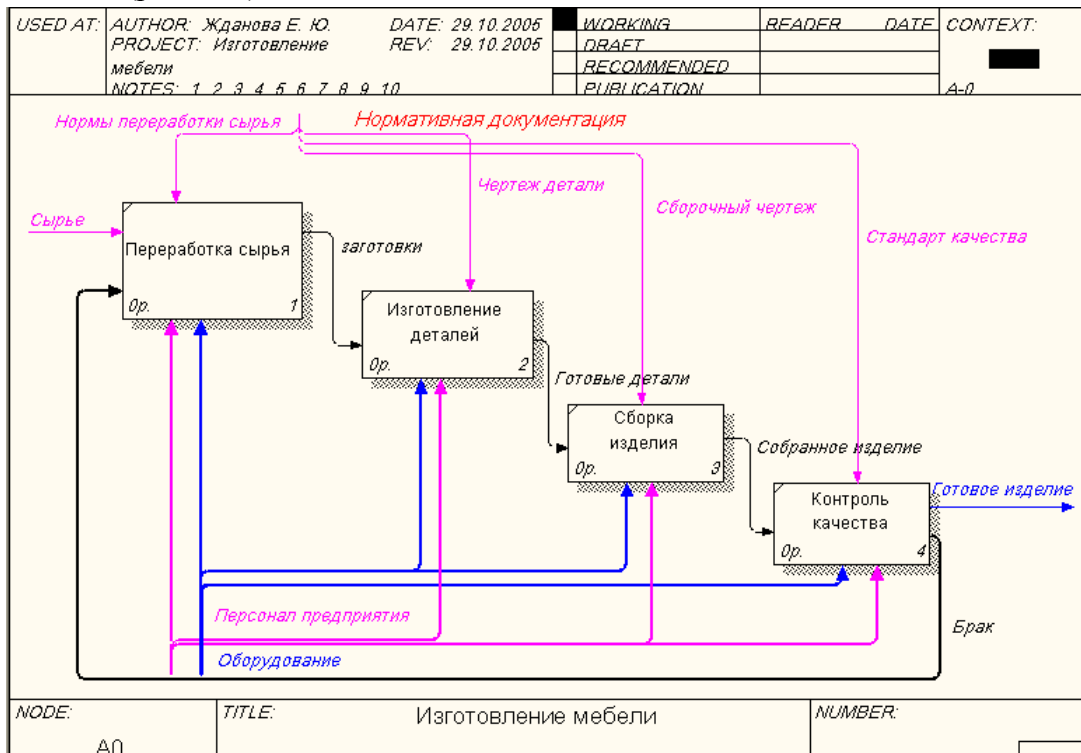

Рис. 2.6. Построение дуг ПЕРСОНАЛ ПРЕДПРИЯТИЯ и ОБОРУДОВАНИЕ
2. Проверьте себя (рис. 2.6.).